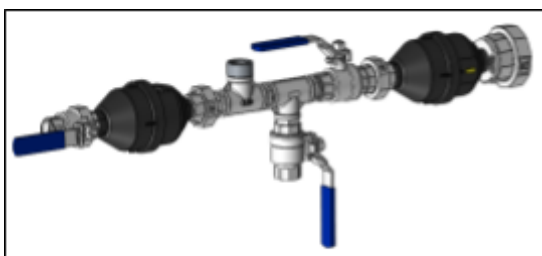

Figure 21.
- **Remarque** : installez le compteur d'eau avec les compteurs vers le haut et la flèche orientée vers la dérivation. Voir figure 21.
- o **Attention** : installez le raccord en T de manière à ce que le compteur d'eau et le robinet à boisseau sphérique soient directement raccordés l'un à l'autre. Orientez le deuxième robinet à boisseau sphérique vers le bas (voir figure 21).
- o **Attention** : montez le compteur d'eau avec les compteurs vers le haut et la flèche orientée vers la dérivation. Voir figures 21 et 22.